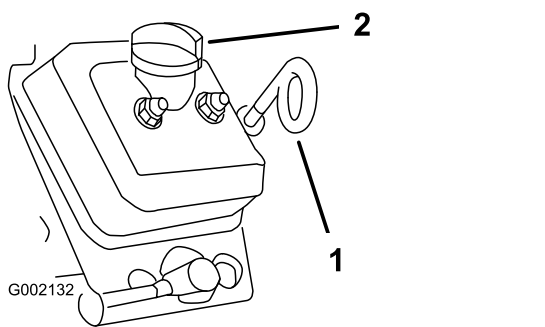

Рисунок 35
5. Очистите поверхность вокруг масломерного щупа и крышки заливной горловины ветошью (Рисунок 35), чтобы загрязнения не могли попасть в трубку масломерного щупа или заливную горловину и привести к повреждению двигателя.
6. Извлеките масломерный щуп и начисто протрите его (Рисунок 35).
7. Вставьте щуп в трубку масломерного щупа до упора (Рисунок 35).
10. Установите крышку заливной горловины на место (Рисунок 35).
11. Вставьте масломерный щуп до упора (Рисунок 35).